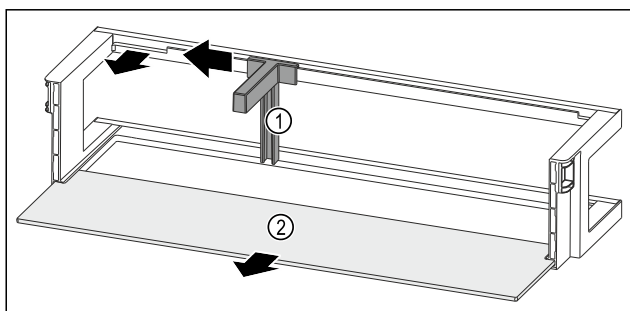

Fig. 133 Balconcino controporta con fermabottiglie e ripiano
- Spingere il fermabottiglie Fig. 133 (1) lateralmente fino all'incavo.
- Rimuovere il fermabottiglie Fig. 133 (1).
- Rimuovere il ripiano Fig. 133 (2).